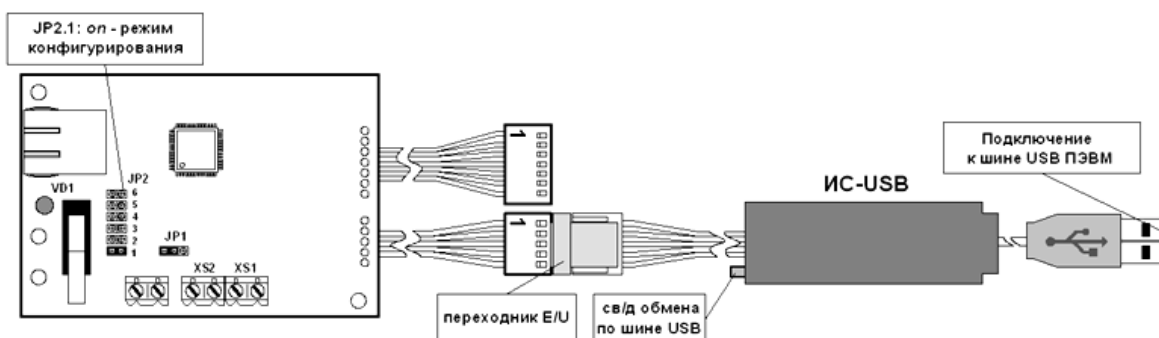

Рис. 106. Схема подключения модуля ИС-ЕТН/485 к ПЭВМ
использованием модуля согласования ИС-USB. Схема подключения модуля к ПЭВМ показана на Рис. 106.
- подключить модуль к ПЭВМ и выбрать режим конфигурирования модуля, установив перемычку JP2.1 (см. рисунок 106);